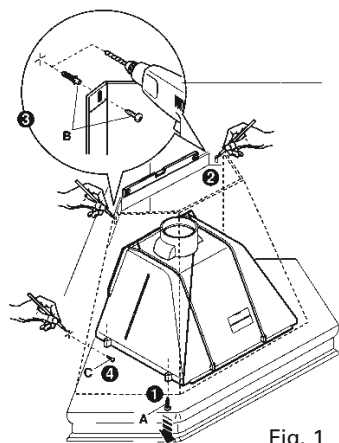

Fig. 1
- Fúrja ki a lyukakat, helyezze be a 2 x 8 mm átmérőjű dűbeleket, majd rögzítse az elszívót a kívánt helyre, a hátsó részen található felső panel nyílásában lévő 2 (B) csavar segítségével.
- Rögzítse a (C) biztonsági csavarokat. (a hátsó panel alján) ( 1. Rajz – Fig. 1 )